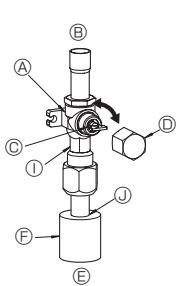
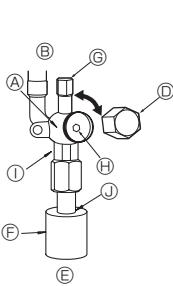

Fig. 4-6
Fig. 4-7
- (1) Сторона газа (Fig. 4-6)
- ① Снимите колпачок, потяните ручку на себя и поверните на 1/4 оборота против часовой стрелки, чтобы открыть.
- ② Убедитесь, что запорный клапан полностью открыт, потяните ручку и установите колпачок на место.
- (2) Сторона жидкости (Fig. 4-7)
- ① Снимите колпачок и поверните шток клапана против часовой стрелки до упора с помощью шестигранного гаечного ключа 4 мм. Прекратить вращение, когда шток упрется в стопор.